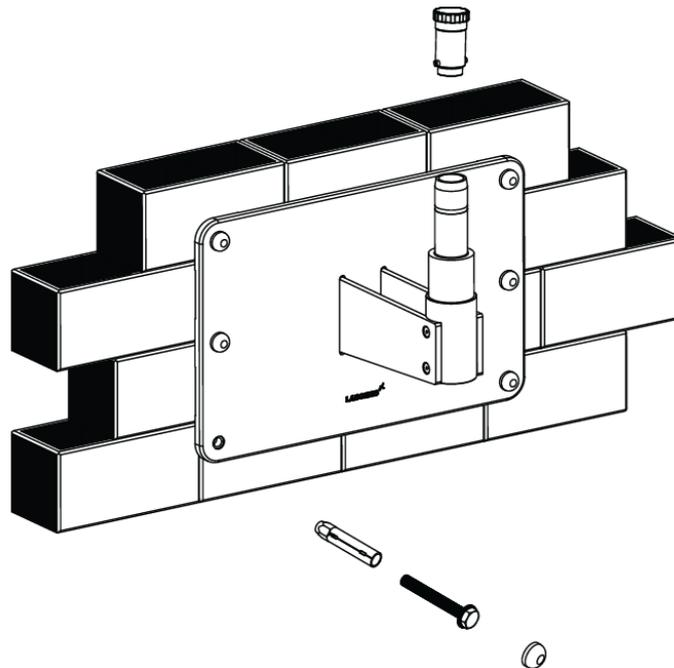

Figura 22
3. Monte el brazo en el eje de montaje en pared consultando la figura 22 y vuelva a instalar el tapón roscado en su lugar.